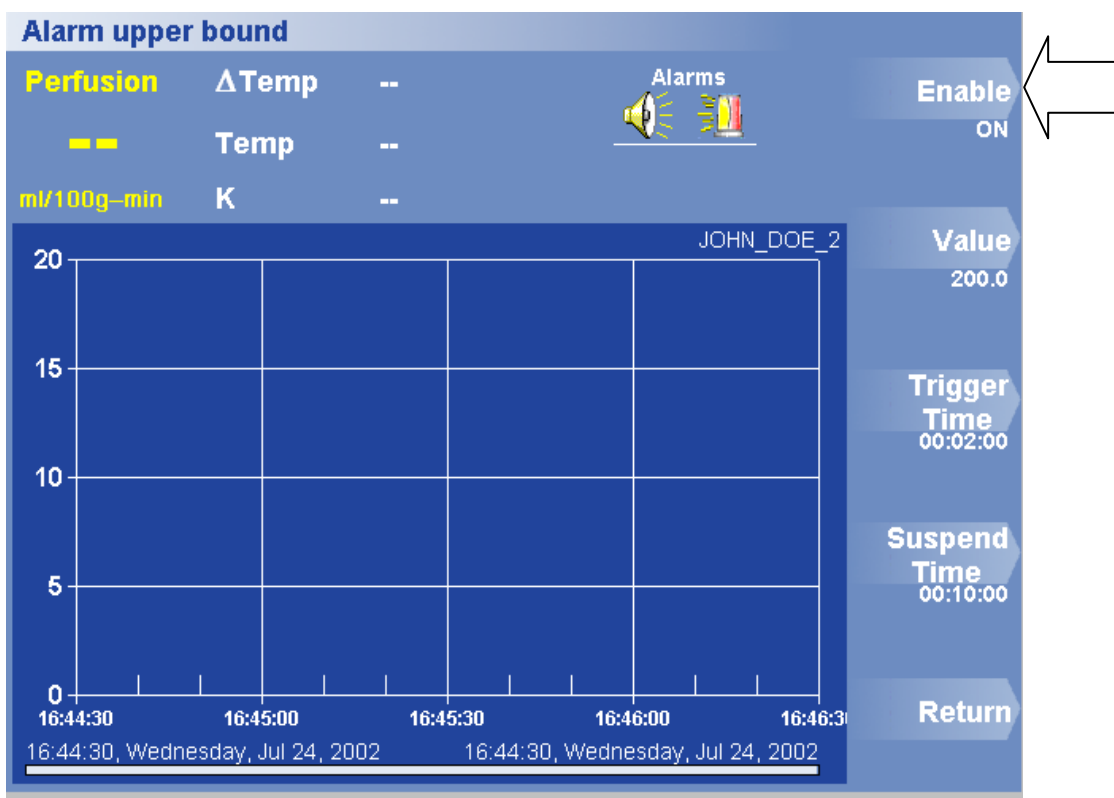

図 29 アラーム上限メニュー
1. Options (オプション) > Set Alarm (アラームの設定) > Upper Bound (上限) を押します。アラーム上限メニューが表示されます (図 29)。